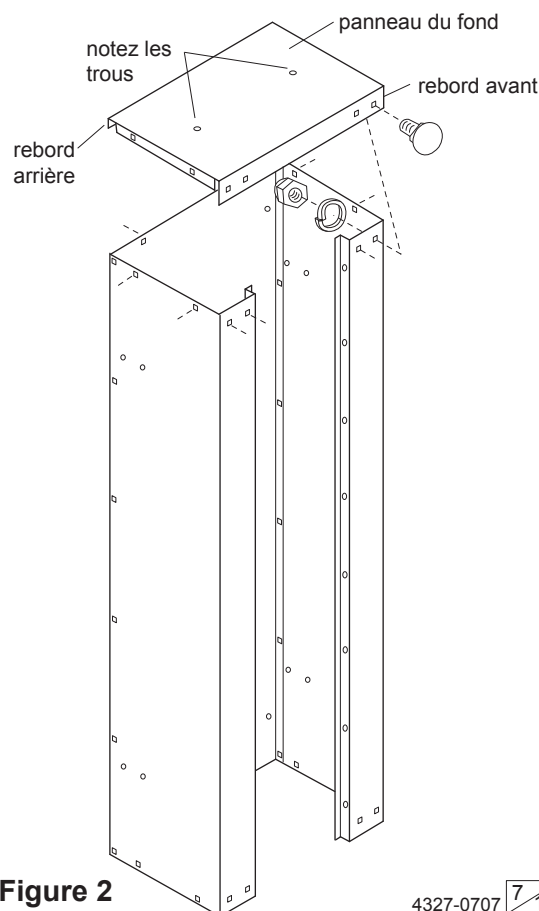

Figure 2
2. Gardez les pièces assemblées en position verticale, tel qu'illustré. Repérez le panneau du fond (le panneau muni de deux trous au centre) et placez-le dessus l'assemblage de panneaux. Il faut placer les rebords avant et arrière du panneau du fond à l'extérieur de l'armoire. (Voir la figure 2.) Placez les rebords latéraux à l'intérieur de l'armoire.